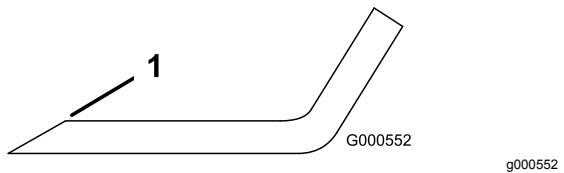

Figure 77
1. Au moyen d'une lime, aiguissez les tranchants aux deux extrémités de la lame (**Figure 77**).
Remarque: Si la lame est déséquilibrée, limez un peu l'extrémité de l'ailette seulement (Figure 77).